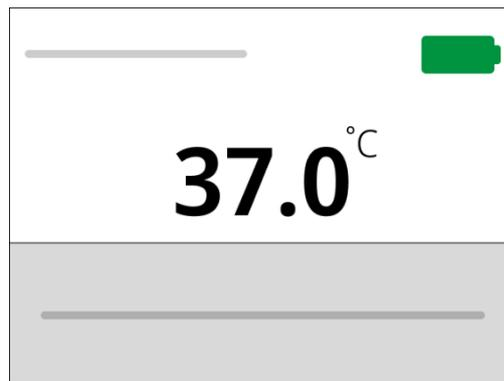

**Abbildung 14.38** Countdown zum Zurücksetzen des Patienten
- Halten Sie die Alarntaste gedrückt, bis der Countdown zum Zurücksetzen des Patienten abgelaufen ist (siehe Abbildung 14.38).